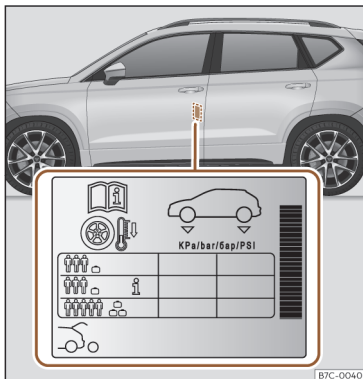

Fig. 203 Emplacement de l'autocollant de gonflage des pneus.
- Adaptez la pression des pneus en fonction de la charge transportée par le véhicule >>> **fig. 203.**
Les valeurs de pression de gonflage figurent sur l'autocollant situé sur la face arrière du cadre de la portière avant gauche >>> **fig. 203.**
Adaptez la pression de gonflage des pneus à la charge du véhicule. Si le véhicule est chargé au maximum, vous devez augmenter la pression de gonflage jusqu'à la valeur maximale de charge indiquée sur l'autocollant >>> **fig. 203.**
Dans le cas de la roue de secours de taille réduite (125/70 R16 ou 125/70 R18), la gonfler à une pression de 4,2 bar comme indiqué sur l'autocollant de pression des pneus >>> **fig. 203.**
Il est possible d'adapter la pression de gonflage des pneus sous charge moyenne en fonction du véhicule afin d'améliorer le confort de conduite (pression de gonflage **i** >>> **fig. 203**). Lorsque vous roulez avec une pression de gonflage de confort, la consommation de carburant peut légèrement augmenter.
- Le conducteur est responsable de la pression correcte de tous les pneus de son véhicule. La pression de gonflage recommandée est indiquée sur un autocollant >>> **fig. 203**.
- Avec les pneus à froid, la pression devra toujours être celle indiquée sur l'autocollant >>> **fig. 203**.